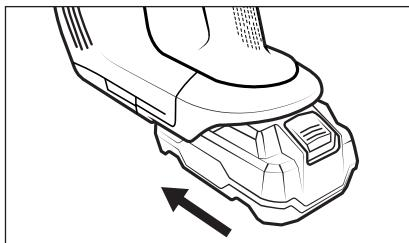

Abb. 3
- 3) Schieben Sie einen Akku der X 20 V TEAM Serie (siehe Kapitel **Informationen zum Akku**) in die Akku-Aufnahme 1, bis er hörbar mit einem Klickgeräusch einrastet (siehe Abb. 3).